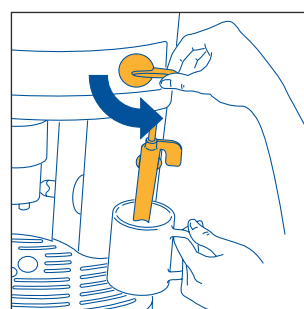
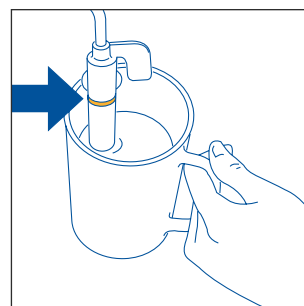

Fig.23
Fig.24
- Immergere il cappuccinatore nel contenitore del latte (fig. 23) facendo attenzione a non immergere la linea in rilievo sul cappuccinatore stesso (indicato dalla freccia di fig. 24). Ruotare la manopola vapore di mezzo giro in senso antiorario fino a fine corsa (*Attenzione a non scottarsi*). Dal cappuccinatore esce il vapore che fa assumere un aspetto cremoso al latte e ne aumenta il volume. Per ottenere una schiuma più cremosa, immergere il cappuccinatore nel latte e far ruotare il contenitore con lenti movimenti dal basso verso l'alto. (Si consiglia di erogare vapore per non più di 2 minuti di seguito).